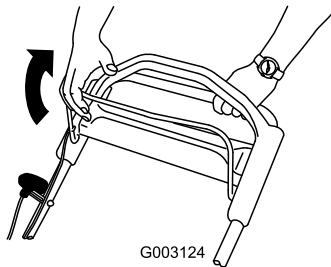

Bild 24
2. Ziehen Sie den Schaltbügel gegen den Griff (Bild 24).